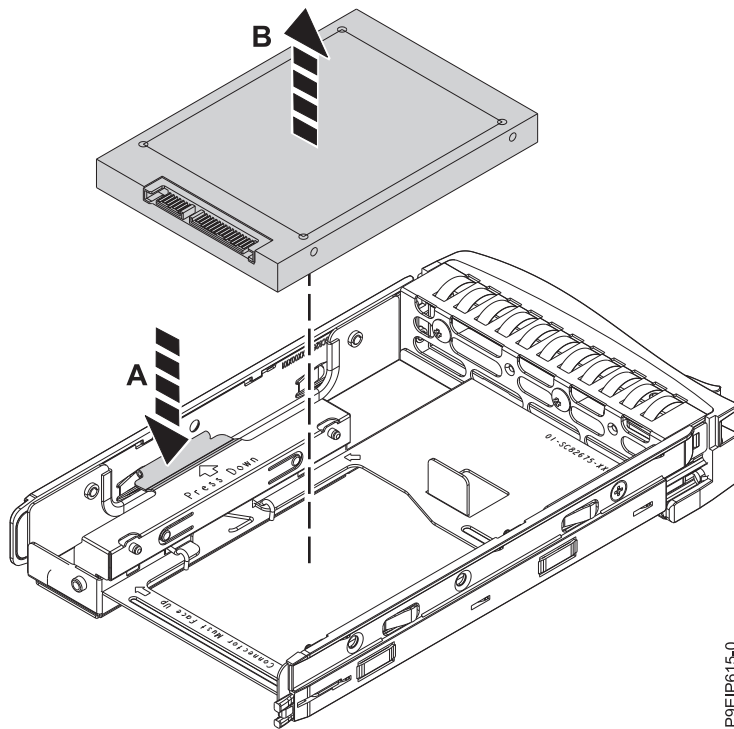

Figure 4. Retrait de l'unité de 2,5 pouces du tiroir
- b. Ouvrez le ressort de retenue (A) comme indiqué dans la figure 4, à la page 7.
- c. Otez l'unité de 2,5 pouces (B) du tiroir.